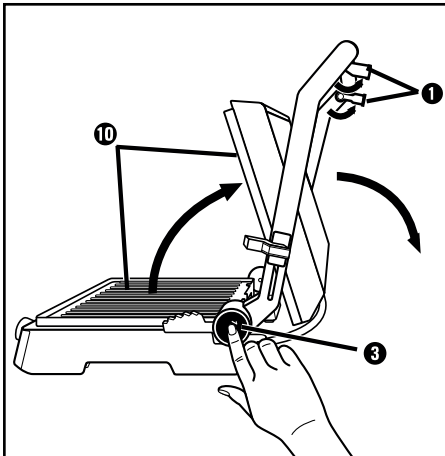

Fig. 1
- 1) Déliez les deux pieds **1** (fig. 1)
- 2) Appuyez sur la touche de déverrouillage 180° **3** (fig. 1) et ouvrez le couvercle de l'appareil de manière à ce que les deux plaques chauffantes **10** puissent être utilisées comme gril de table.